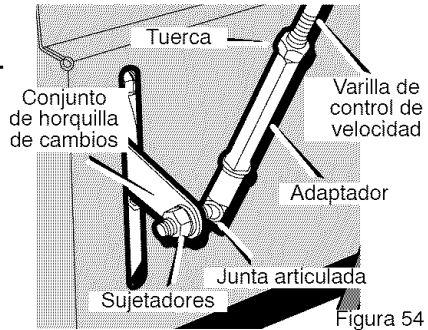

Figura 54
2. Conecte el **Junta articulada**, ubicada en el extremo inferior de la **varilla de control de velocidad** al **conjunto de horquilla de cambios**. Vea la Figura 54. La fábrica se encarga de conectar los **sujetadores** a la **Junta articulada**.